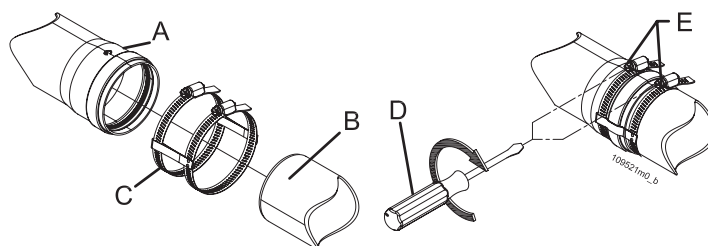

Figura 5-16 - Fissaggio dei condotti di scarico ed aspirazione
**ATTENZIONE!!! Assicurare meccanicamente gli incastri fra i vari elementi componenti il condotto di scarico e di aspirazione mediante l'utilizzo di sistemi di fissaggio o sistemi equivalenti (Figura 5-16).**